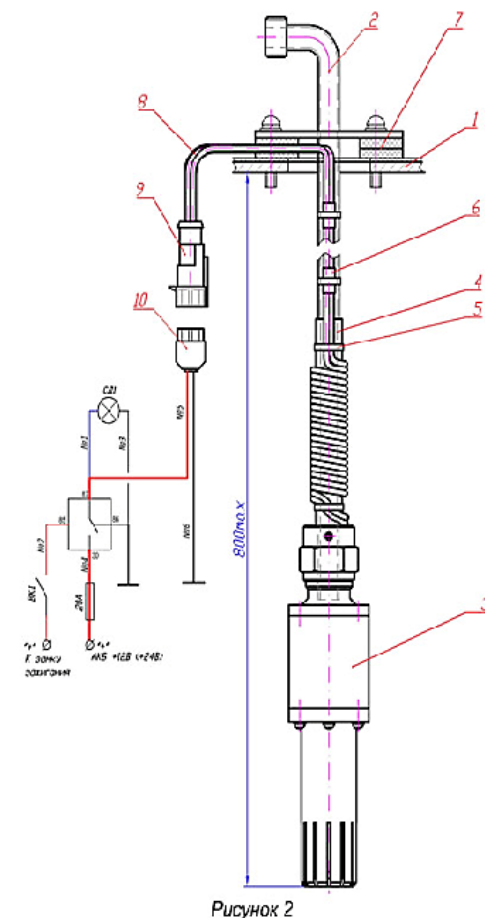
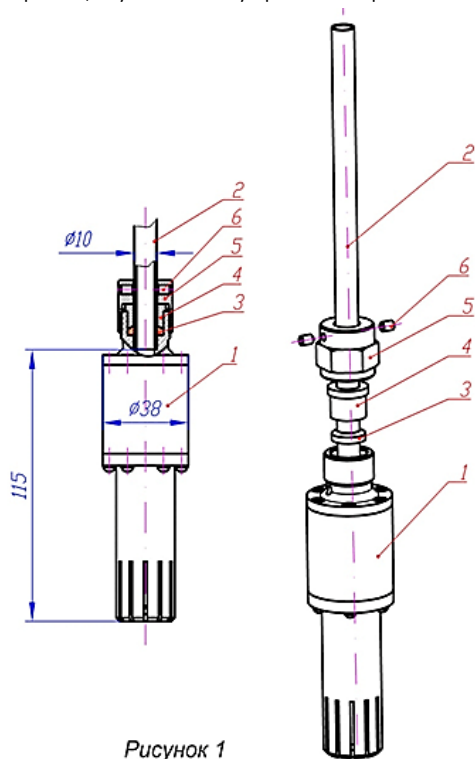

Рисунок 2
Рисунок 1
5.2 Насадка подогреваемая крепится на топливозаборную трубку штатного топливозаборника, установленного в топливный бак вертикально (рис.1,2).
Перед установкой насадки наденьте изолирующую трубку 4 на топливозаборную трубку 2 (рис.2), а после этого на топливозаборную трубку наденьте накидную гайку 5, втулку 4 и резиновое кольцо 3 (рис.1) из комплекта насадки. Конец топливозаборной трубки 2 с кольцом 3 введите до упора в отверстие корпуса насадки 1 (конец трубки ϕ 10 мм должен войти в отверстие ϕ 10,5, конец трубки ϕ 12 мм должен войти в отверстие ϕ 12,5 мм). Установите в корпус втулку 4 и закрутите до упора гайку 5, герметично уплотнив, таким образом, соединение топливозаборной трубки с насадкой. Зафиксируйте положение закрученной гайки 5 стопорными винтами 6. Для надежной герметизации, особенно при наличии дефектов на топливозаборной трубке, рекомендуется использовать второе кольцо аналогичное кольцо 3 (рис.1) из комплекта насадки и дополнительно нанести на уплотнительные кольца бензостойкий герметик.
5.5 Пропустите провода 8 через каналы в резиновых прокладках 7, как показано на рис.2. Длина провода от края прокладки до разъема 9 должна составлять примерно 150-200 мм. Излишки проводов обмотайте вокруг топливозаборной трубки поверх изолирующей трубки 4. Провода закрепите на топливозаборной трубке с помощью трубчатых стяжек 5. Крепление проводов к металлической трубке выполните в местах установки изоляционных трубок 6. После этого закрепите топливозаборник с НТП на баке 1.
5.6 Подключение установленной НТП к бортовой сети автомобиля производится согласно электрической схеме, представленной на рис.2. Разъем электрического кабеля 9 от подогревателя насадки присоедините к ответному разъему 10 электрической бортовой сети автомобиля. Ответный разъем должен быть жестко закреплен на корпусе автомобиля.